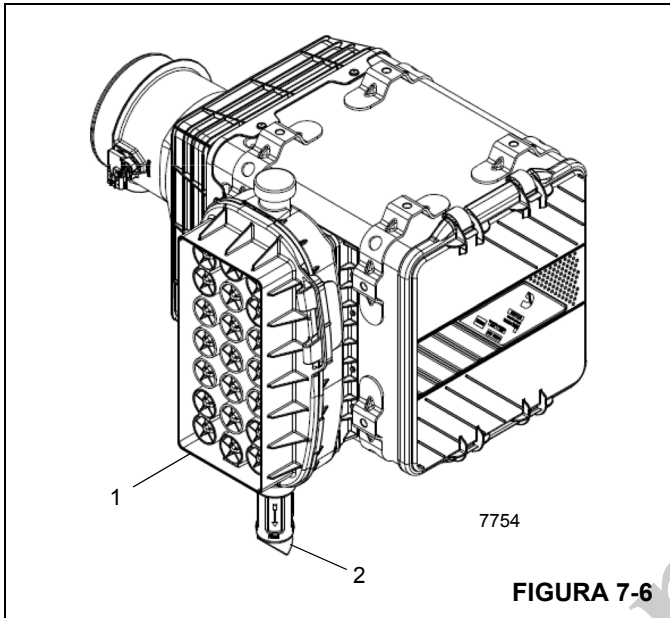
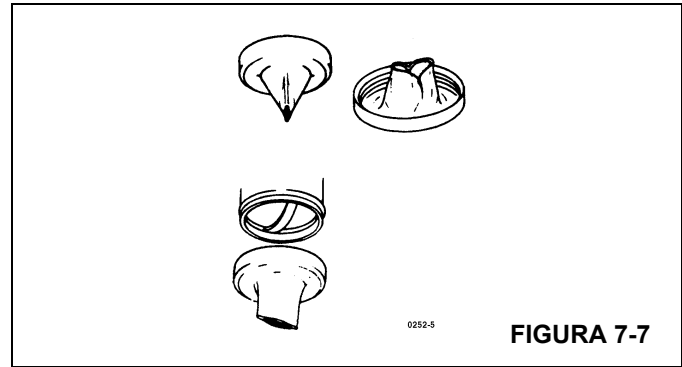

FIGURA 7-6
FIGURA 7-7
O pré-purificador (1) (Figura 7-6) evita a entrada de detritos grandes no purificador de ar e deve ser limpo periodicamente, especialmente ao trabalhar em condições severas de poeira. Remova a metade superior do pré-purificador liberando as duas travas nas laterais do pré-purificador. Remova todos os resíduos de dentro do pré-purificador e monte novamente.
As válvulas Vacuator (2, Figura 7-6) (Figura 7-7) são projetadas para expelir automaticamente a poeira solta e sujeira do corpo do purificador de ar, prolongando assim a vida útil do elemento. Os lábios da válvula devem estar voltados diretamente para baixo e sem detritos para operar eficientemente. Lama e resíduos podem se alojar nesses lábios periodicamente, mantendo-os abertos durante a operação do motor.